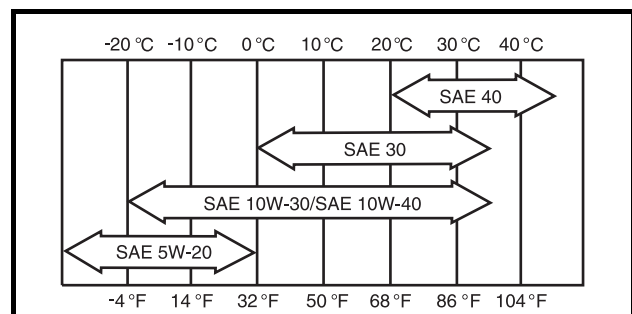

Figure 39 Tableau de viscosité d'huile
13. Retirer la jauge et ajouter de l'huile de moteur dans l'orifice de la jauge. Utiliser un entonnoir ou un bec verseur pour amener l'huile dans l'orifice de la jauge. Avec un changement de filtre, le moteur nécessite 1,12 L (38 oz) d'huile par vidange. Consulter les consignes de viscosité de l'huile pour la sélection du type d'huile (**Figure 39**). Remettre la jauge.
15. Avec le levier de marche avant/marche arrière en position POINT MORT (N), démarrer le moteur et le faire tourner pendant quelques minutes. Observer le bouchon de vidange et le filtre à huile sous le véhicule et rechercher les fuites d'huile. Si des fuites sont visibles, commencer par l'étape 1 et répéter l'étape correspondant à l'un des articles ou aux deux pour corriger le problème.